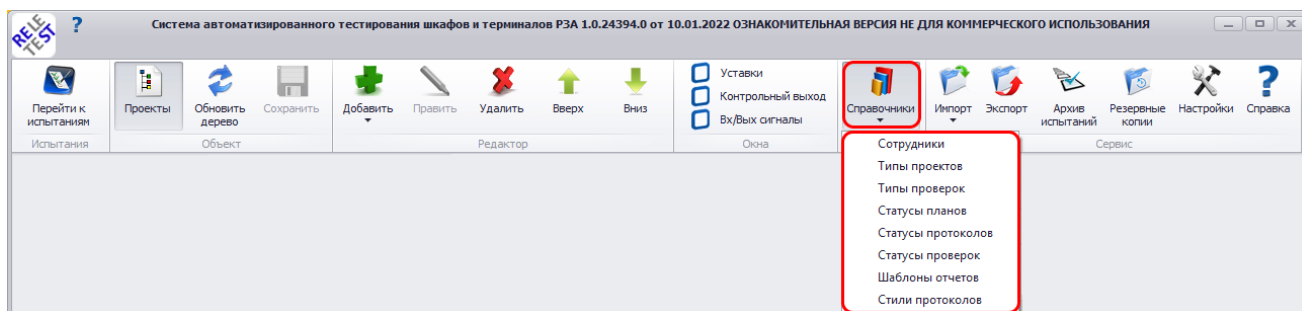

Рисунок 3.70
- Группа «Справочники» служит для перехода ко всем справочникам программы (см. пункт 3.4.5 Справочники) путем их выбора из выпадающего списка кнопки «Справочники» (Рисунок 3.70).